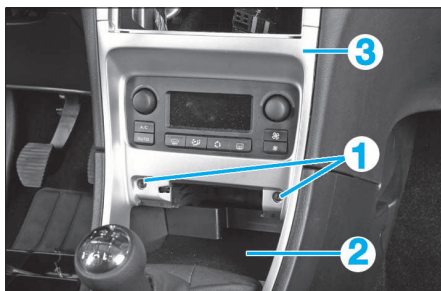

FIG. 8
- Déposer les vis de fixation (1) de la façade centrale inférieure (3) (Fig.8).